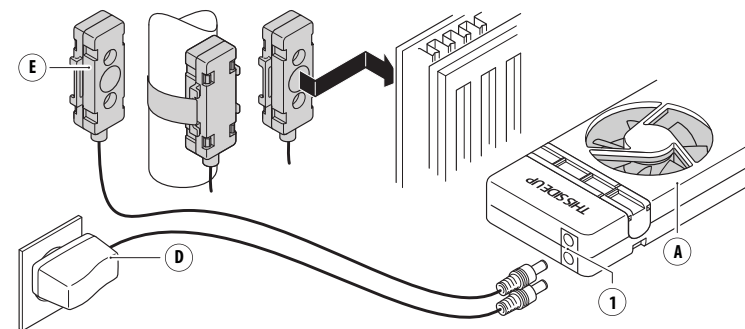

Fig. 10 – Raccordement de l'adaptateur secteur (D) et du capteur de température (E).
1. Branchez le câble du **Automatic Sensor** (E) sur l'un des connecteurs femelles (1) du **SpeedComfort** (A).
2. Fixez le **Automatic Sensor** (E) à l'arrière du radiateur, près du tuyau d'alimentation ou directement sur celui-ci, à l'aide des aimants (voir Fig. 10).
3. Lors de l'installation du **Automatic Sensor** (E) sur un convecteur :
4. Branchez l'**adaptateur secteur** (D) sur l'autre connecteur femelle (1) et insérez la fiche dans la prise électrique (voir Fig. 10).